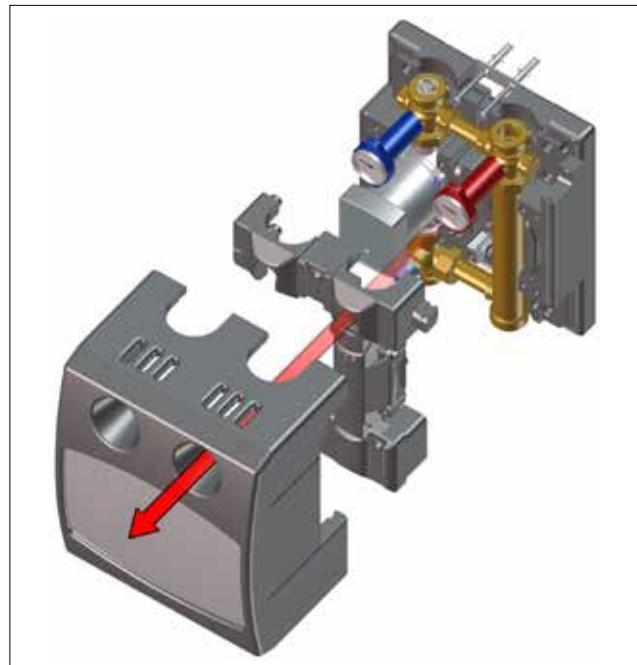

Abb.:7 Isolierungen demontieren
- Lösen Sie die Überwurfmuttern (Pos. A) und demontieren Sie die Umwälzpumpe (Pos. B). (siehe Abb.:7)